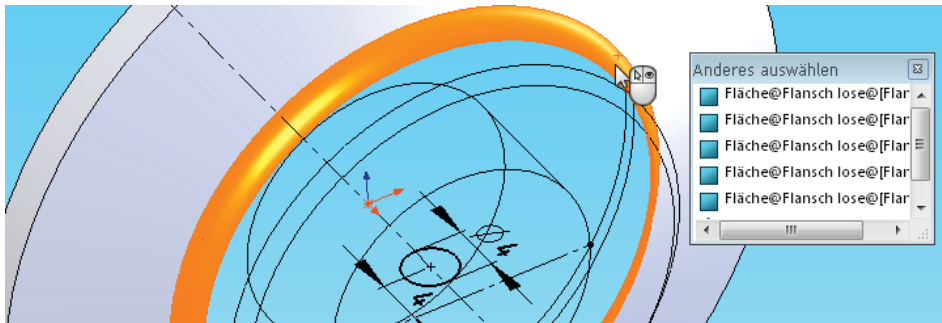

Bild 3.62: Temporäres Ausblenden von Flächen während des Modus *Anderes auswählen*
- Außerdem können Sie durch Rechtsklick über den Flächen sukzessive das gesamte Modell ausblenden – zum Beispiel so, dass eine im Inneren liegende Kante übrig bleibt. Der Cursor zeigt eine Maus mit einer Brille auf der rechten Taste. Die ausgeblendeten Flächen werden in Grau ins Listenfeld eingetragen, so dass sie weiterhin gewählt werden können. Mit **Shift** + Rechtsklick blenden Sie sie wieder ein (Bild 3.62).